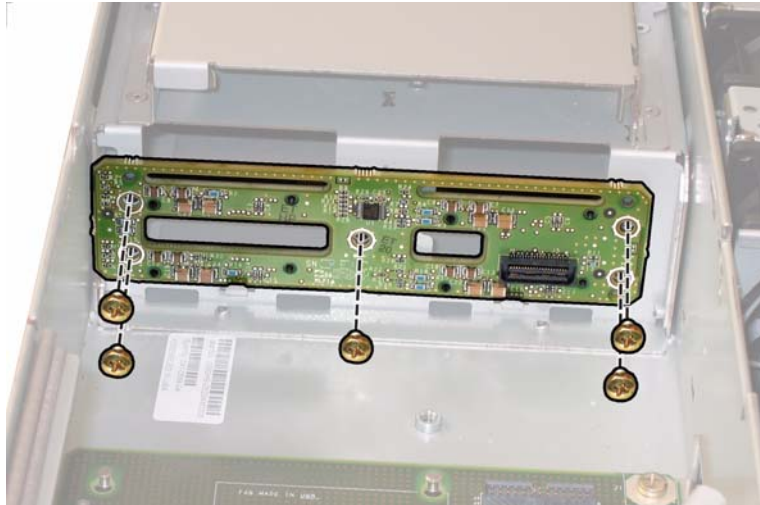

図 3-38 HDD バックプレーンの取り外し（ネジ5本の場合を表示）
12. HDD バックプレーンをドライブベイの背面に固定するネジを緩めます。図 3-38 を参照してください。